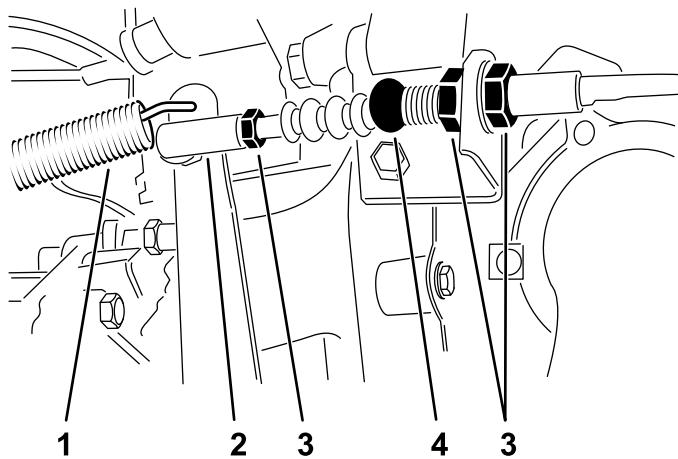

Рисунок 63
- Ослабьте контргайки крепления троса сцепления к кронштейну на корпусе сцепления (Рисунок 63).